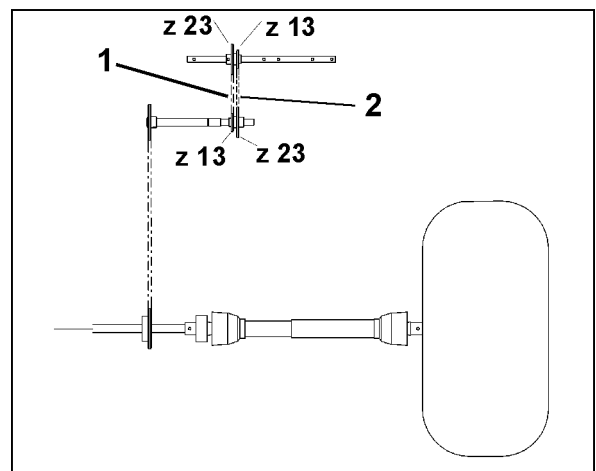

Fig. 33
- Langsame Übersetzung für normale Mengen (Fig. 33/1).
- Schnelle Übersetzung für große Mengen (Fig. 33/2).